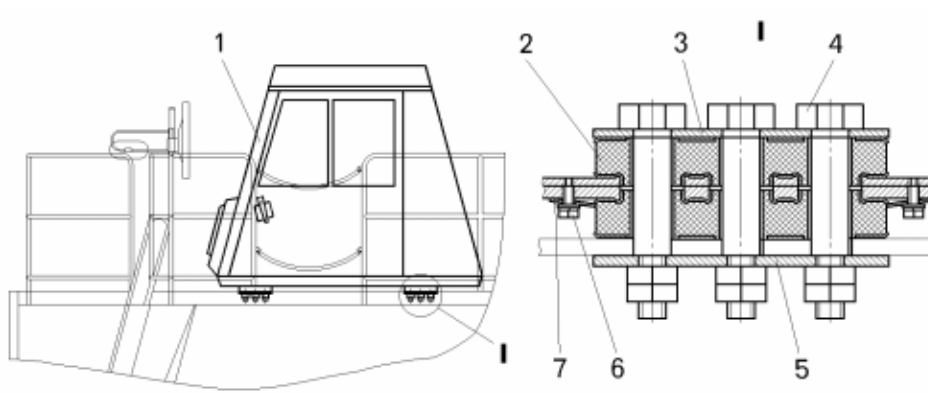

Рисунок 13.1 – Установка кабины и оперения:
- отсоединить болты (смотри рисунок 13.1) с гайками, которыми кабина крепится к балкам опоры;